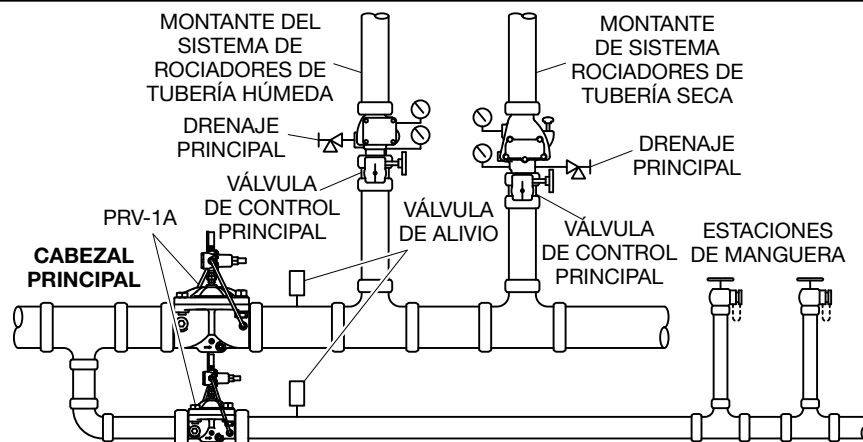

FIGURA 1
- Dentro del cabezal principal, como se muestra en la Figura 1, suministrando a los montantes de los sistemas de tuberías húmedas, tuberías secas, sistema de diluvio o de preacción, y/o un sistema de tuberías verticales que suministren a conexiones de manguera